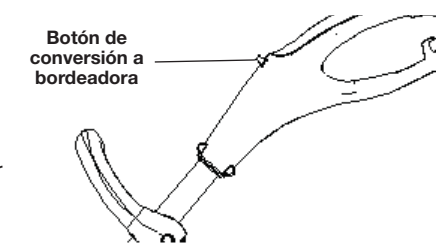

Fig. 6
- Oprima el botón de conversión a bordeadora y gire la empuñadura posterior hasta que traben en su lugar (Fig. 6 y 7).